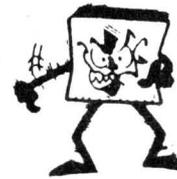

Fig.14
de um alto-falante comum, além da sua função puramente "eletro-magnética", também pode ser entendida, eletricamente, como uma mera RESISTÊNCIA, se - no lugar de "R" - na estrutura mostrada na fig. 14, aplicarmos o próprio alto-falante, colocando em "C" um capacitor de bom valor (eletrolítico de 22u, por exemplo...), teremos um razoavelmente potente oscilador de áudio (gerando um forte "apito"... a partir de um mínimo absoluto de componentes externos ao 555! O arranjo é - na verdade - tão "fora do comum", que sequer é citado nos Manuais dos fabricantes do 555, nos **Data Books**, ou nas **Application Notes** referentes ao Integrado! O valor ôhmico (para CC, que é diferente daquele atribuído à IMPEDÂNCIA do componente...) do alto-falante, no caso, "faz o papel" do resistor "R" e - ao mesmo tempo - o dito alto-falante **exerce** a sua função "tradutora" dos sinais elétricos pulsados numa tonalidade audível...! Se o Leitor/"Aluno" quiser fazer a Experiência (usando um "Proto Board" ou a nossa "velha" MESA DE PROJETOS PARA INTEGRADOS...), verificará o bom funcionamento do circuito, e poderá tentar diversos valores para o capacitor, buscando variar a Frequência de áudio gerada (e "mostrada" com boa Potência - considerando a simplicidade - pelo alto-falante...). Não é conveniente alimentar o circuito experimental com Tensões maiores do que 6V,
- FIG. 14 - MODELO ULTRA-SIMPLIFICADO DE ASTÁVEL COM 555 - A estrutura circuitual "padrão" para o 555 trabalhar eficiente e seguramente como ASTÁVEL, recomendada pelos próprios fabricantes do Integrado e super-testada pelos técnicos, engenheiros e usuários, é aquela mostrada na fig. 1 da presente "Lição" Teórica... Entretanto, uma análise mais cuidadosa dos blocos internos do Integrado e das suas características/parâmetros, permite outras configurações externas, "pouco ortodoxas", mas - ainda assim - funcionais. Um exemplo típico dessas possibilidades "extra-manual" está na fig. 14, onde excepcionalmente o pino 7, de descarga do capacitor externo, não é utilizado, e onde o resistor da rede RC não "leva" a carga do capacitor diretamente "puxada" do positivo da linha de alimentação... O próprio pino de Saída do